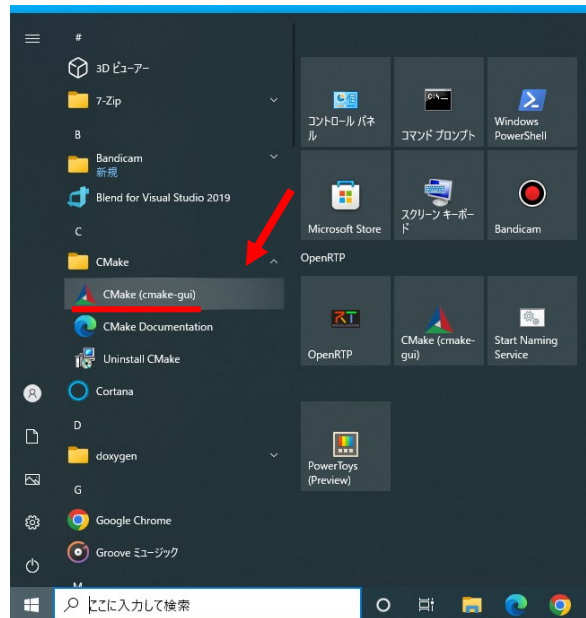
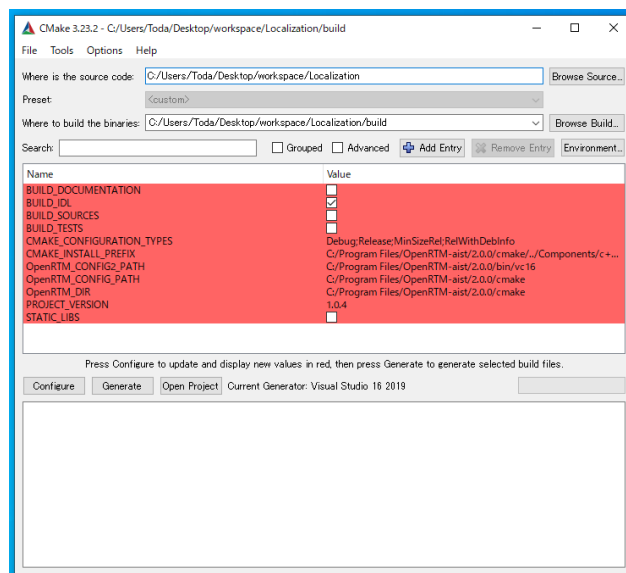

図 10 CMake の起動方法
図 11 起動した CMake
- ③ 図 10 のように[デスクトップ]から[スタート]ボタンを選択し、表示された項目の中から、[CMake]フォルダー内の[CMake (cmake-gui)]をクリックし、図 11 のようなアプリを起動させる。